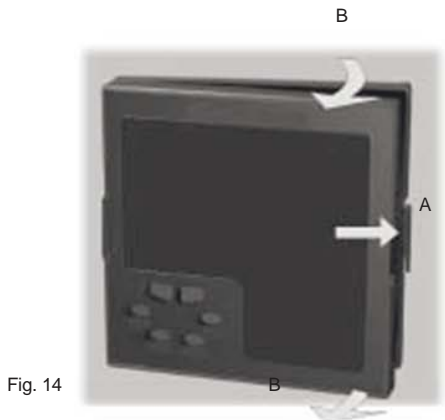

Fig. 14
- 3) 将卡子A推开后，将仪表的右边抽出, (见 fig. 14.a)